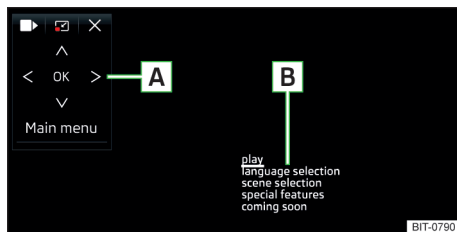

Abb. 202
**Beschreibung des DVD-Menüs** » Abb. 202